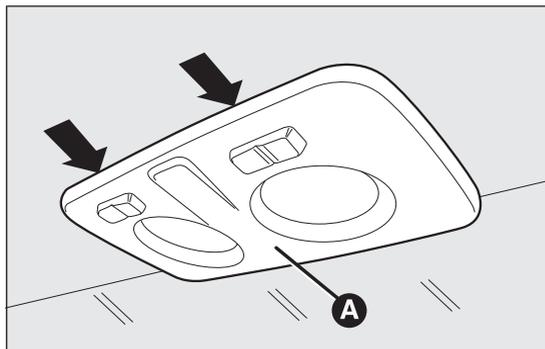
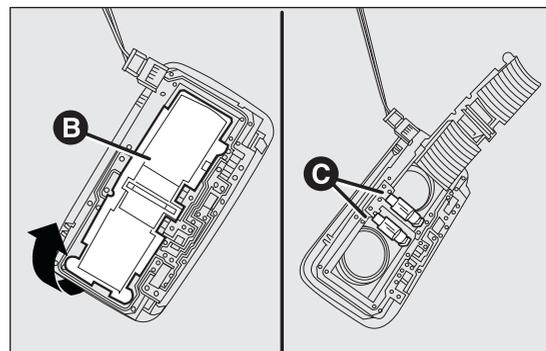

fig. 150
fig. 151
- agire nei punti indicati dalle frecce e rimuovere la plafoniera A fig. 150;
- aprire lo sportellino di protezione B fig. 151;
- richiudere lo sportellino B fig. 151 e fissare la plafoniera A fig. 150 nel proprio alloggiamento accertandosi dell'avvenuto bloccaggio.